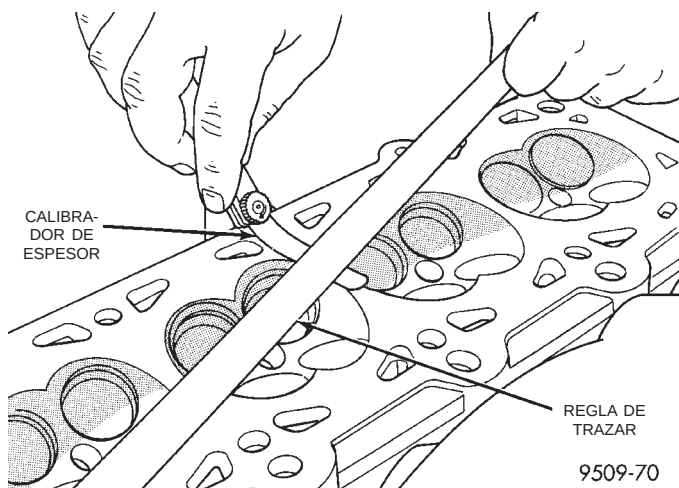

Fig. 96 Verificación de la planeidad de la culata de cilindros
(1) La culata de cilindros debe ser plana en un margen de 0,1 mm (0,004 pulg.) (Fig. 96).
(2) Inspeccione que los gorriones de cojinete del árbol de levas no estén rayados.